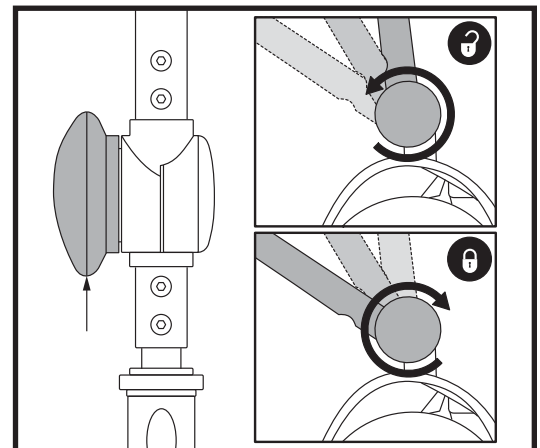

Figure 23. Réglage du guidon
REGLAGE DE L'INCLINAISON DU GUIDON (Voir la figure 23)
1. Avec le siège et la batterie retirés (voir les procédures de démontage sur la page précédente), abaissez le guidon et serrez le bouton de réglage. **Voir la figure 23.**